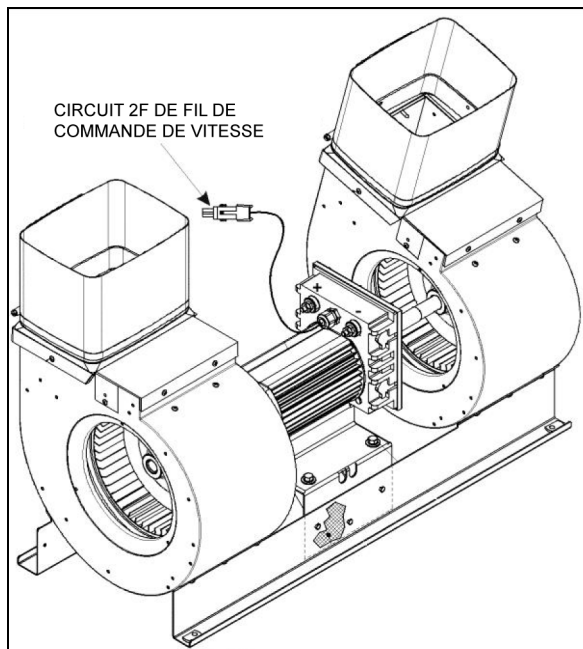

**FIGURE 41: BOULONS DU MOTEUR DE L'ÉVAPORATEUR**
9. Depuis le dessous du véhicule, dévisser les huit boulons qui fixent la base du double ventilateur refoulant. Enlever la totalité du double ventilateur du compartiment de l'évaporateur (Figure 41).